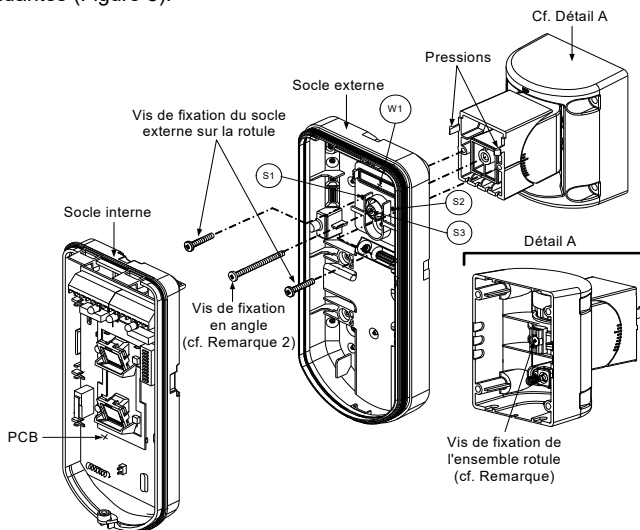

Figure 8
8. Fixez le socle externe à la rotule à l'aide de deux vis passant par les pastilles (pressions) correspondantes (Figure 8).
9. Fixez le socle externe à la rotule à l'aide de deux vis passant par les pastilles pré-percées S1 et S2 (Figure 8).
10. Introduisez la vis de fixation d'angle fournie en partant du socle externe et en passant par la pastille pré-percée S3 de la vis de fixation d'angle, située sur le socle externe, pour atteindre la rotule standard (Figure 8).
Lorsque les marques indiquées sur les pièces mobiles sont bien alignées (Figure 8), la rotule standard se trouve à 0° en position verticale/ horizontale. Chaque cran à partir de cette position correspond à une inclinaison verticale / horizontale de 5°.